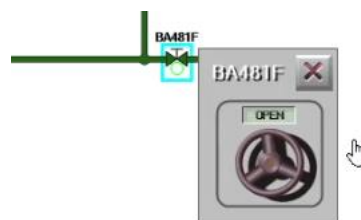

Figura 75- BA481F en posició OPEN
Per tal de permetre que aquesta aigua torni al mar, des del menú *Ballast Water Treatment System* obrirem la vàlvula d'*overboard* BA481F, per fer-ho simplement fem clic sobre ella i movem el volant en sentit antihorari fins que en l'indicador es mostri *OPEN* (Figura 75).
Dins d'aquesta pantalla també obrirem la vàlvula d'*overboard* (BA480F) seguint el mateix mètode que en el pas anterior (*Figura 75*).
7. Un cop en aquesta pantalla ens dirigirem a la vàlvula d'*overboard* BA480F i l'obrirem girant el volant en sentit antihorari fins que llegim OPEN en la pantalla (Figura 75).